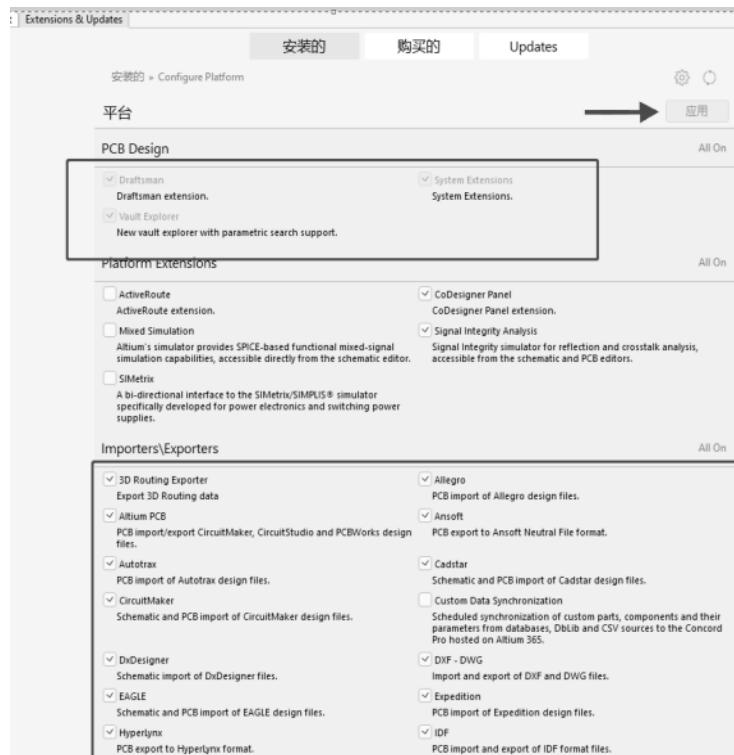

图 12-31 插件选择界面
- (3) 单击右上角的“Configure”按钮，进入如图 12-31 所示的插件选择界面，其中罗列出了很多相关的插件，如 DXF 导入导出、其他版本软件的转换等，可以在插件名称前面的框中进行勾选。